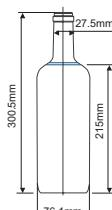
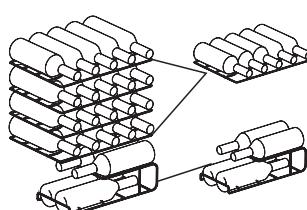
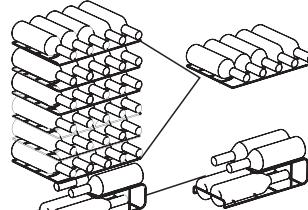

Fig. 1
Fig. 2
Fig. 3
- Kapaciteti i ruajtjes së shisheve në kabinetin e verës (MDRW111FGG tregohet në Fig. 2, MDRW150FGG tregohet në Fig. 3) është i bazuar në madhësinë e mëposhtme të shënuar të shishes (Fig. 1). Shishet e mëdha mund të ndikojnë në hapësirën dhe numrin e shisheve për ruajtje në dollapin e verës.
- Për modelin MDRW111FGG: Vëllimi maksimal i rekomanduar i shisheve është 24 shishe, si në FIG. 2
- Për modelin MDRW150FGG: Vëllimi maksimal i rekomanduar i shisheve është 34 shishe, si në FIG. 3